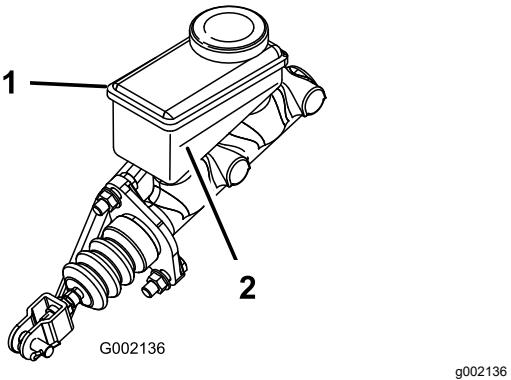

Figura 58
3. Observe o nível do fluido na parte lateral do reservatório (Figura 58).
- B. Adicione fluido dos travões DOT 3 ao reservatório até o nível do fluido estar acima da linha de mínimo (Figura 58).